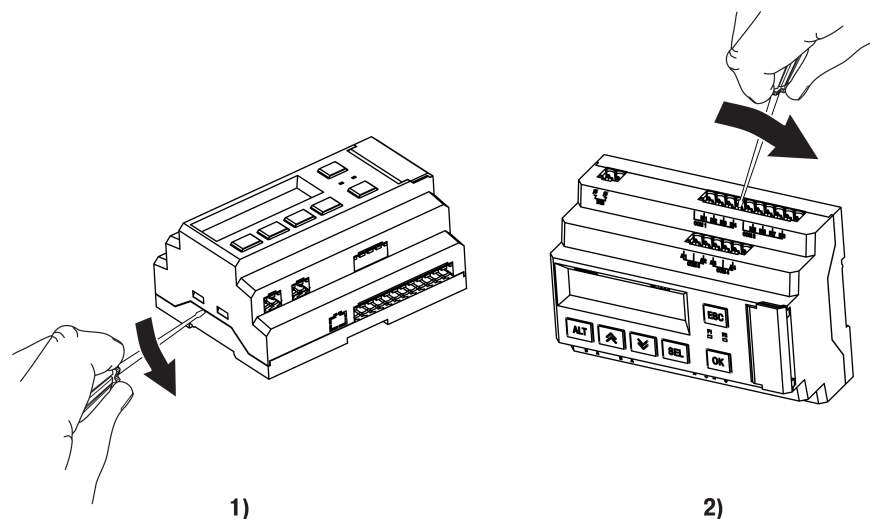

Рисунок 7.1 – Снятие верхней крышки
2. Снять верхнюю крышку. Отверткой вывести защелки из отверстий в торцевых поверхностях крышки (см. рисунок 7.1, 1). Приподнять крышку над основанием.
3. Отверткой отогнуть крышку от разъемов на среднем уровне с двух сторон (см. рисунок 7.1, 2). Усилие следует прикладывать у нижних разъемов.